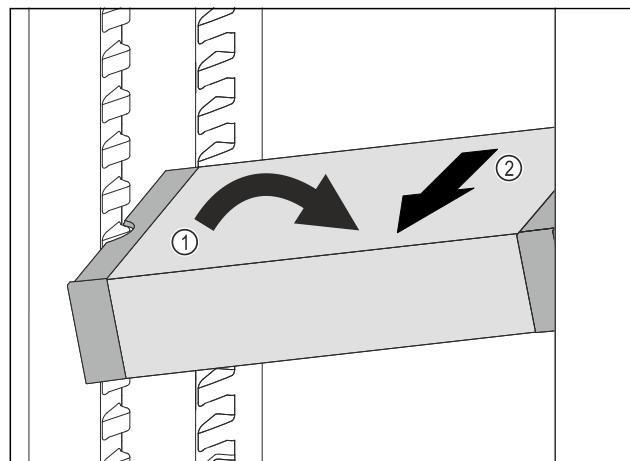

Fig. 79
- 在冷藏区中倾斜 VarioSafe。Fig. 79 (1)
- 向前取出 VarioSafe。Fig. 79 (2)